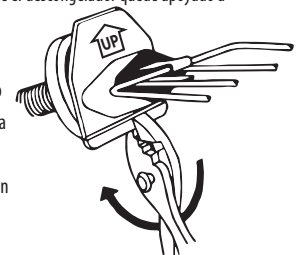

FIGURA 4
- Si la base de la placa de plástico golpea contra la base de la superficie del tanque y no permite que el descongelador quede apoyado a ras contra el orificio de desagüe, desprendida la banda de plástico a lo largo de la ranura, como se ilustra en la figura 4. Si debió romper esta banda, también debe usar una navaja para cortar el trozo de junta que se solapa.